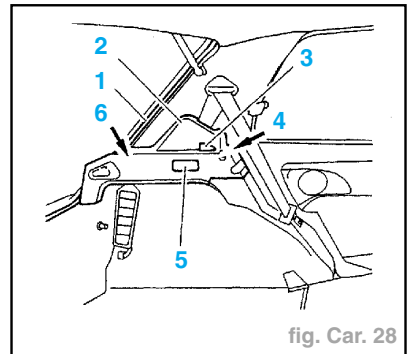

fig. Car. 28
- Déposer (fig. Car. 28) :
- le bouton de déverrouillage de dossier (3),
- les vis (4) et (6).